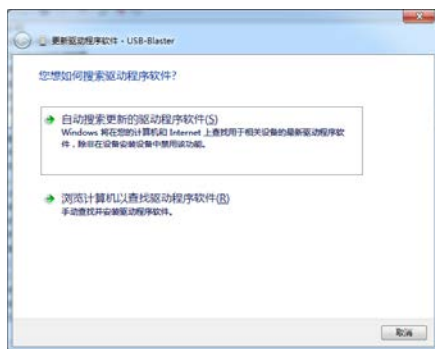

图 15
- ✧ 右键单击它选择更新驱动程序, 选择浏览计算机以查找驱动程序如图 15 所示